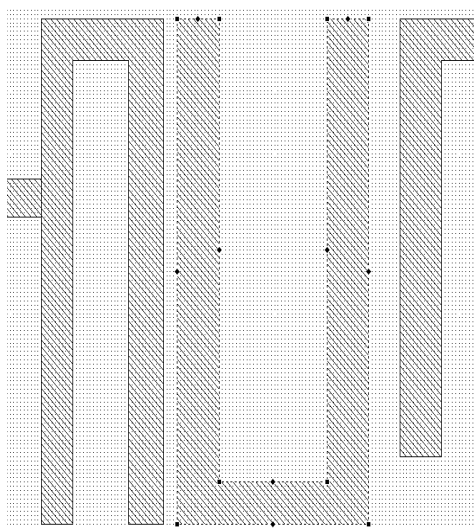

Рис. 3.100
3. Установите курсор на второй резонатор, нажмите левую кнопку мышки и сдвиньте этот резонатор вниз на 0.6 мм. Дважды щёлкните по второму резонатору левой кнопкой мышки и удлините его проводники на 0.6 вверх (рис. 3.100).